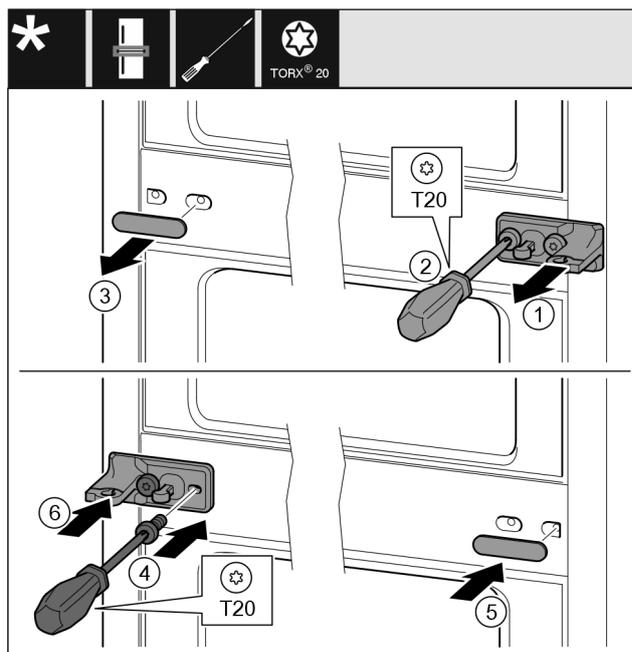

Fig. 10
- ▶ Enlever la rondelle. Fig. 10 (1)
- ▶ Desserrer les vis avec le tournevis T20. Fig. 10 (2)
- ▶ Enlever délicatement le cache. Fig. 10 (3)
- ▶ Visser fermement le support de palier avec film tourné de 180° de l'autre côté. Fig. 10 (4)
- ▶ Poser le cache tourné de 180° de l'autre côté. Fig. 10 (5)
- ▶ Enfiler la rondelle par devant. Fig. 10 (6)